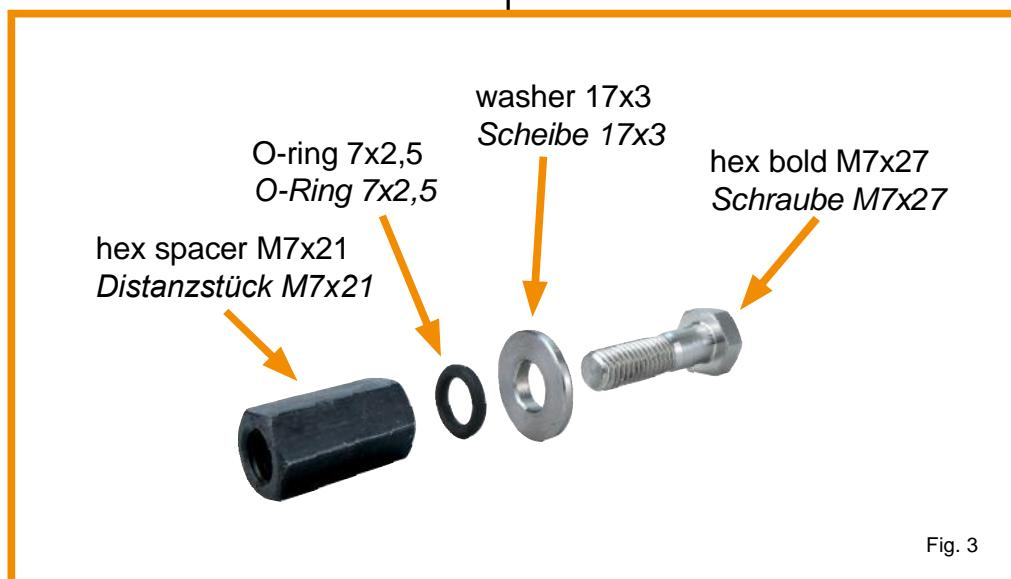

Fig. 3
- The valve covers are bolted to the cylinder head using two special M7x27 hex bolts with shank as seen in the picture (Fig.3).
- Die Befestigung der Deckel am Motor erfolgt mittels der speziellen M7x27 Schallschrauben, die wie in der Abbildung (Fig.3) gezeigt, verwendet werden müssen.